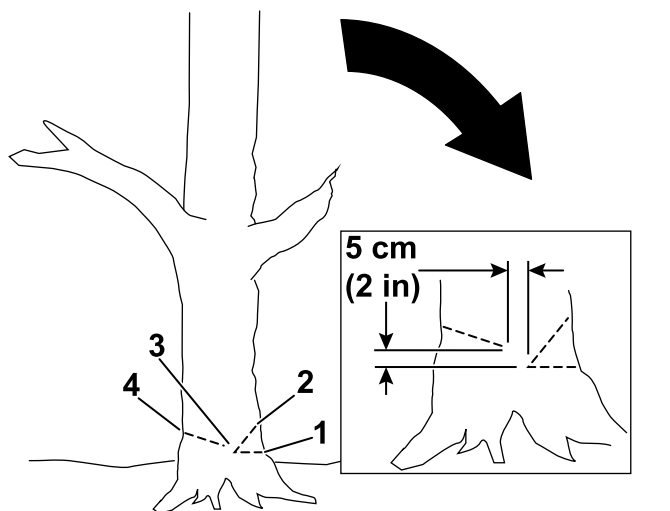

**Figura 14**
- Individuate una via di fuga sgombra e sicura lungo la quale allontanarsi dalla zona di pericolo; fate riferimento a Figura 14.